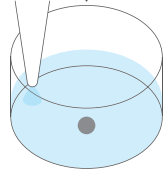

図 4
- 2-3. ウェル 2 と 3 に Vitrification solution (VS) をそれぞれ 150 μL 分注してください。
- 3 平衡化終了後、卵子を VS1 の入ったウェルに移し、30 秒間静置してください。(図 4)